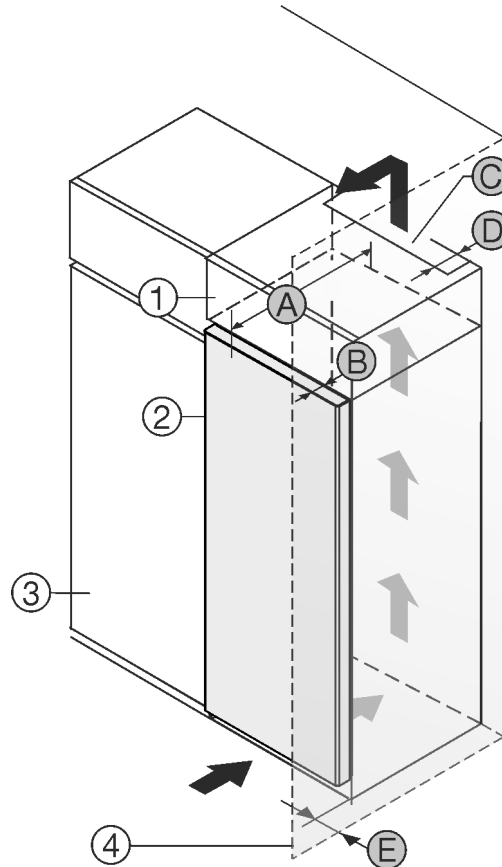

Fig. 1
Te saate seadme vahetult köögikapi Fig. 1 (3) kõrval üles panna.*
Pealiskapi tagaküljel peab olema vähemalt sügavusega Fig. 1 (D) kogu pealiskapi laiune heitõhušaht.*
Ruumi lae all tuleb ventilatsiooniristlõikest Fig. 1 (C) kinni pidada.*
Kui panete seadme šarniiridega seina Fig. 1 (4) kõrvale üles, siis peab olema seadme ja seina vahekaugus vähemalt 13 mm.*
Võimaldamaks ust täielikult avada, peab seade vähemalt ukse sügavuse Fig. 1 (B) võrra köögikapi esiseinast ettepoole ulatuma. Köögikappide Fig. 1 (3) sügavusest ja seina-vaehoidikute kasutamisest sõltuvalt võib seade rohkem välja ulatuda.*